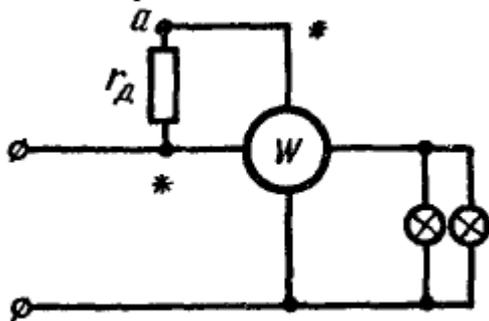

Рис. 57
10. На рис. 57 приведена неправильная схема включения параллельной цепи ваттметра. Определить разность потенциалов между генераторными зажимами обмоток (помечены звездочками), если номинальный ток параллельной цепи ваттметра 30 мА, сопротивление параллельной обмотки и сопротивление внутри прибора 1000 Ом, напряжение сети 220 В. Прибор рассчитан на напряжение 300 В.